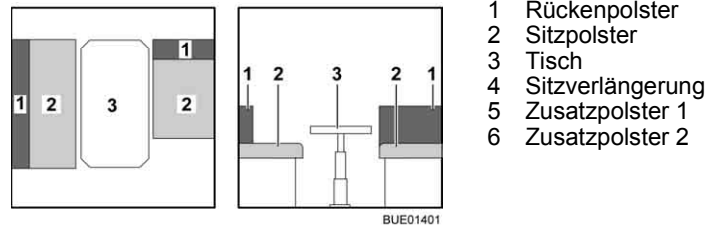

Bild 121 Vor dem Umbau
- Tisch (Bild 121,3) zum Bettunterbau umbauen (siehe Abschnitt 6.10).